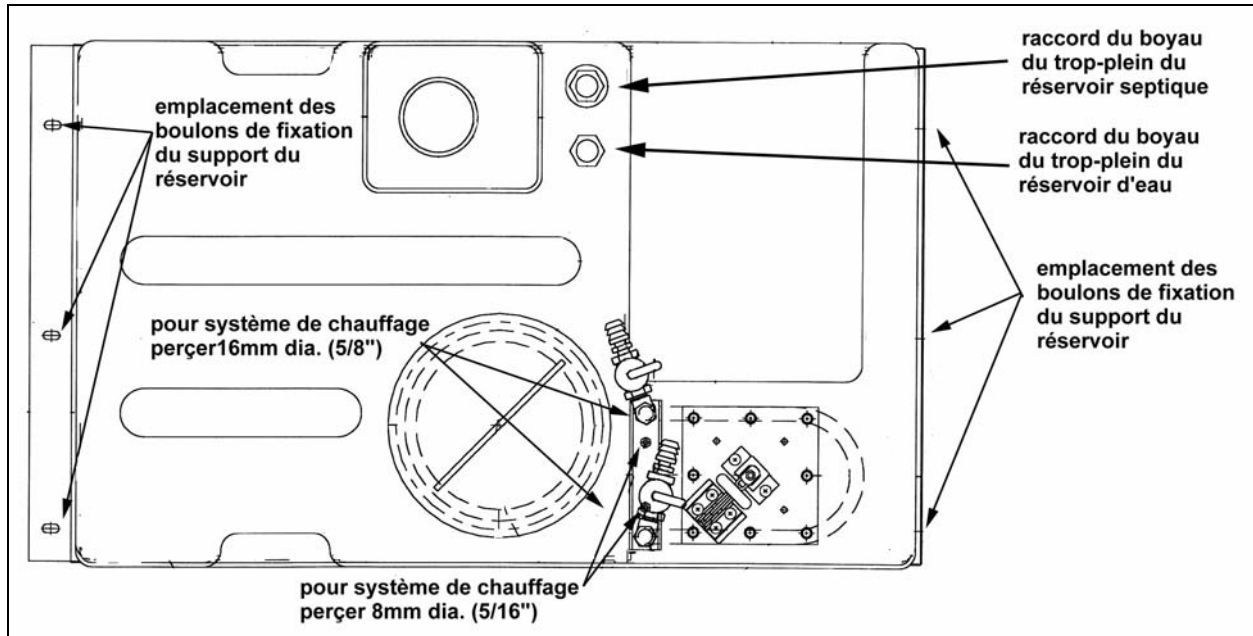

FIGURE 10 : RÉSERVOIR SEPTIQUE AUXILIAIRE
13. Dévisser les 6 boulons du support du réservoir (figure 10) et retirer le réservoir septique par le dessous du véhicule.
17. Si requis, percer 4 trous sur le nouveau réservoir septique auxiliaire afin d'installer le système chauffant. Il y a déjà une empreinte sur le réservoir pour localiser les perçages. Faire 2 trous $\varnothing 8\text{mm}(5/16\text{'})$ et 2 trous $\varnothing 16\text{mm}(5/8\text{'})$ (figure 10).